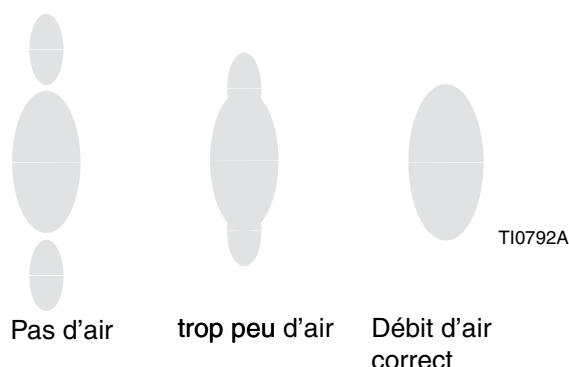

FIG. 14
5. Réglez la pression d'air d'atomisation à environ 5 psi (3,5 kPa, 0,35 bar) après appui sur la gâchette. Contrôlez la forme du jet, augmentez ensuite lentement la pression d'air jusqu'à ce que les queues soient complètement atomisées et intégrées dans la forme du jet. Voir FIG. 14. Une pression d'air de 7 à 10 psi (4,9 à 7,0 kPa, 0,49 à 0,7 bars) est en général suffisante pour atomiser les queues, surtout pour les matériaux de faible viscosité. Une pression d'air trop élevée occasionnera une accumulation du matériau dans le capuchon d'entrée d'air et réduira ainsi l'efficacité de passage. Ne dépassez pas 100 psi (0,7 MPa, 7 bars) de pression d'air au pistolet.